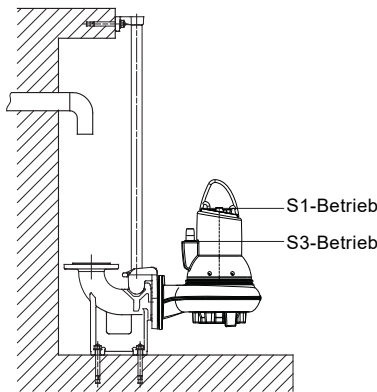

Abb. 2 Ausschnittniveaus
- **S1-Betrieb** (Dauerbetrieb): Die Pumpe muss zu jeder Zeit bis zur Motoroberkante in das Fördermedium eingetaucht sein. Siehe Abb. 2.
- **S3-Betrieb** (Aussetzbetrieb): Die Pumpe muss zu jeder Zeit bis zur Oberkante der Kabeleinführung in das Fördermedium eingetaucht sein. Siehe Abb. 2.